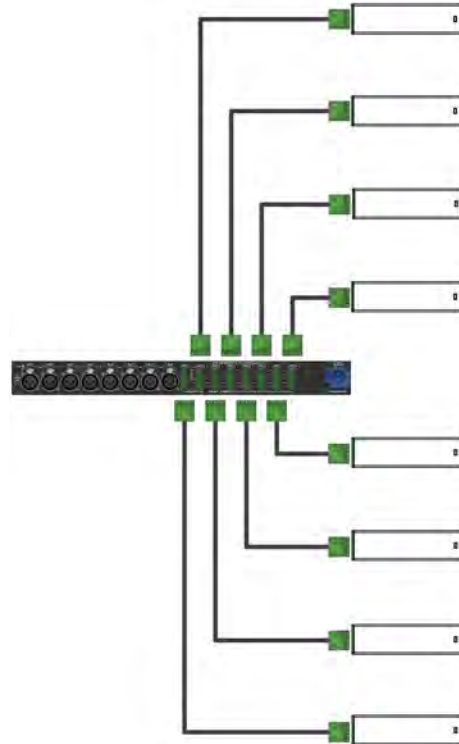

図11: MPS-488HPPと8台のUP-4slimラウドスピーカー
4. UP-4slimラウドスピーカーをMPS-488HPPチャンネル出力に接続します(図 11)。